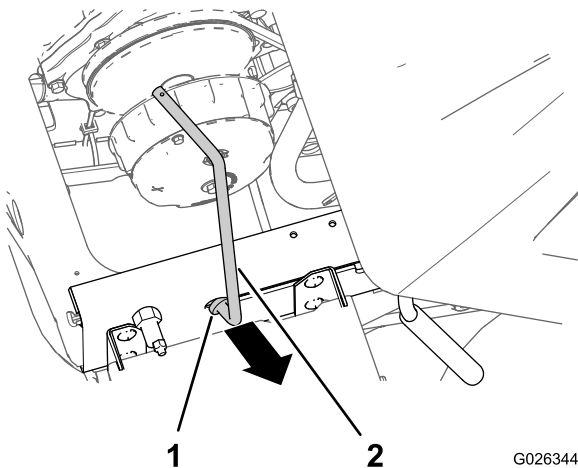

**Bild 2**
4. Entfernen Sie die zwei Schlossschrauben (5/16" x 5") und die zwei gezahnten Muttern (5/16"), mit denen die Anschlussklemmenhalterung und das obere Ende der Stützsange an der Staubbox befestigt sind (Bild 2).